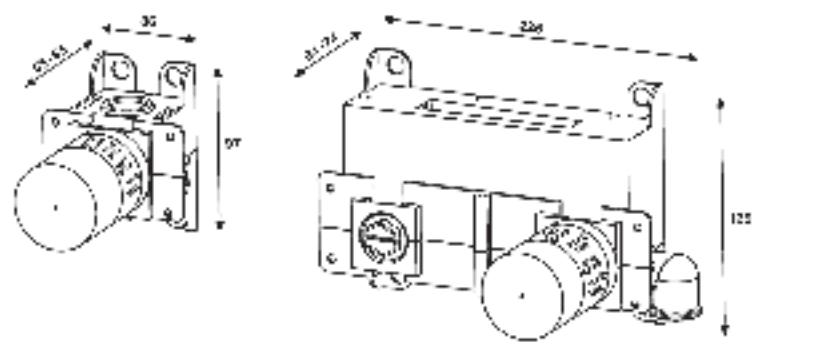

Abb.1
1. Setzen Sie die mit einem Schutzkunststoff verklebte Mischbatterie an die vorbereitete Stelle ein, wie in Abb. 1. Montageliste (Bohranzahl) ist mit „min“ und „max“ beschriftet. Schließen Sie die Mischbatterie ans Wasserversorgungssystem.